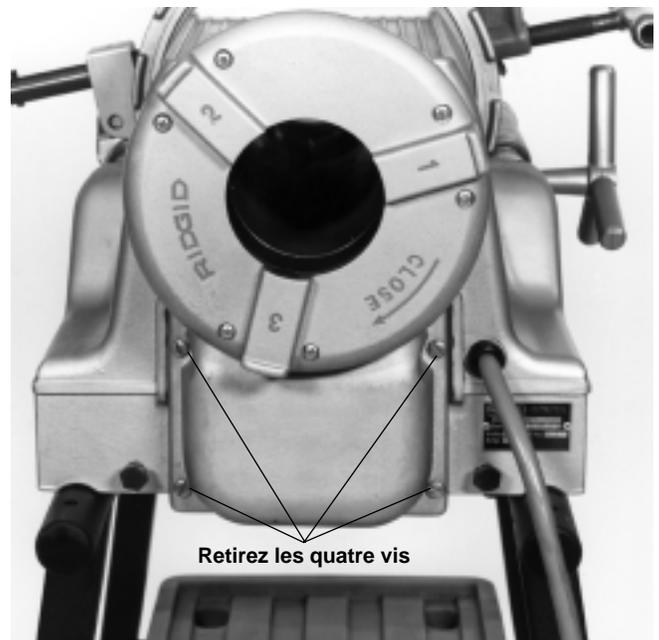

Figure 24 – Vises du carter moteur (4)
2. Enlevez les quatre vis de fixation du carter moteur et retirez le carter (Voir la Figure 24).